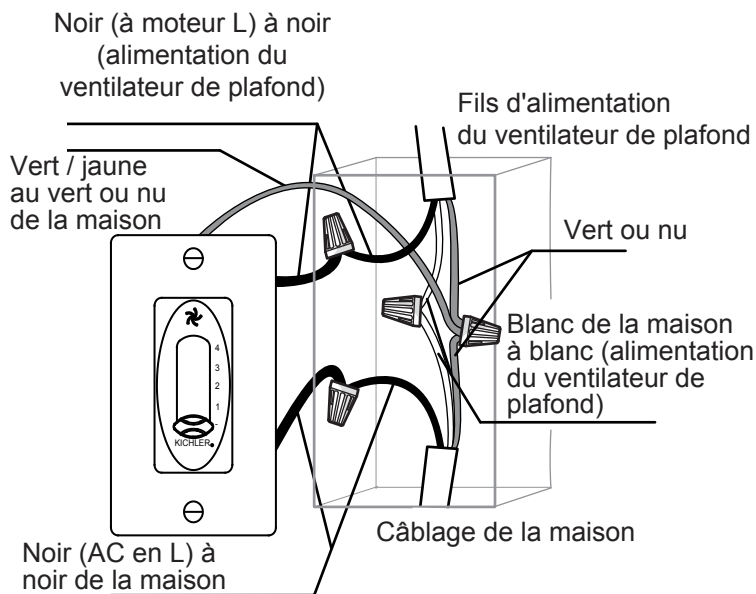

Fig. 20
Étape 2. Raccordez le fil vert/jaune de la commande murale aux fils vert ou nu de la boîte de sortie de courant et fixez solidement et de manière sécuritaire avec le capuchon de connexion (Fig. 20)
Étape 3. Raccordez le fil blanc de la maison au fil blanc du ventilateur de plafond, fixez solidement et de manière sécuritaire avec un capuchon de connexion. (Fig. 20)
Étape 5. Raccordez le fil noir de la maison au fil noir marqué « TO FAN (AU VENTILATEUR) », fixez solidement et de manière sécuritaire avec un capuchon de connexion. (Fig. 20)
Étape 6. Séparez les fils noirs des fils blanc et vert. Tournez les fils vert et blanc dans la boîte de sortie de courant. (Fig. 20)
Étape 7. Tournez les fils noirs dans la boîte de sortie de courant. (Fig. 20)